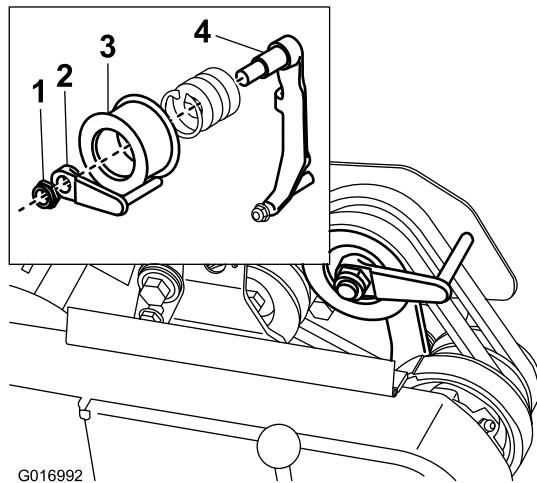

Figure 40
- Pour pousser ou tirer la machine plus facilement sans mettre le moteur en marche, réglez le guide de courroie (Figure 40, détail) comme suit :